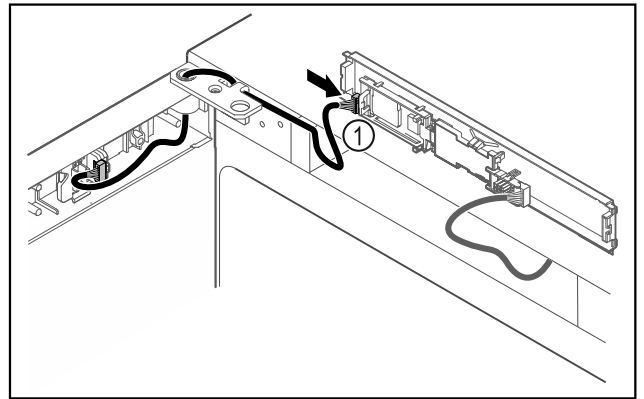

Fig. 43
- ▶ Vtič Fig. 43 (1) priključite na tiskano vezje.